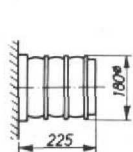

Abb. 2. Puffer aus der Frühzeit der Eisenbahn, anfänglich starr, später gummigefedert.
• Zeichnungen der Abb. 2–7 im Maßstab 4:1 für H0, jedoch mit Originalmaßangaben. •
Die Main-Weser und Main-Neckar-Bahn sowie einige andere westdeutsche Bahnen bedienten sich einer Art federnder Einhängenkupplung, die Zug- und Stoßkräfte übertrug und praktisch die Seitenpuffer überflüssig machte, also eine ideale Lösung für das Kuppeln von Wagen mit verschiedenen Puffersystemen bot. In den Abb. 2–6 sind eine Reihe damals verwendeter Puffer abgebildet. Auffallend ist die Verwendung von Gummischeiben als Federelement. Man beherrschte die Herstellung von Stahlfedern noch nicht so gut,